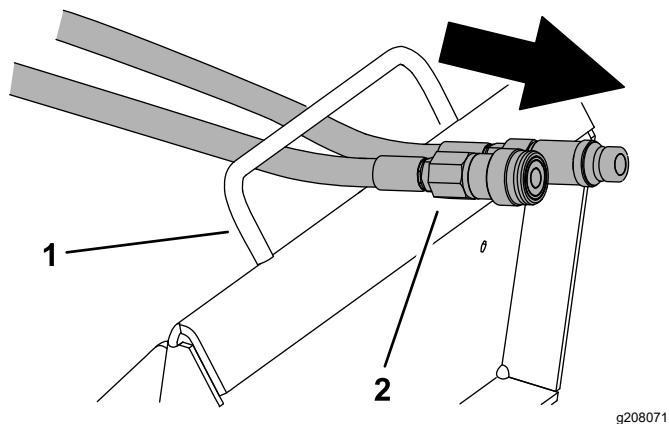

Bild 13
6. Verlegen Sie die Schläuche durch die Schlauchschleife (Bild 13).